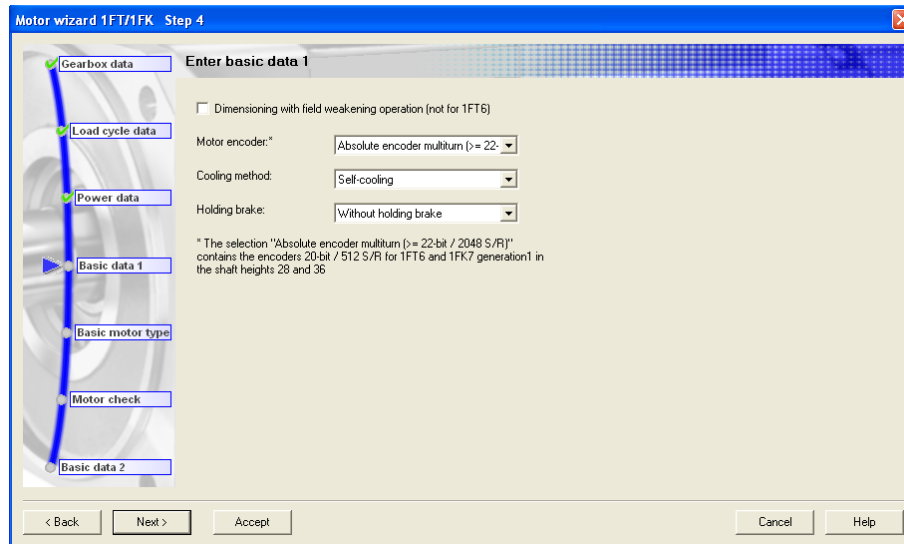

Figura 3.2.23 “Enter basic data 1”
Paso 4 *Enter basic data 1* (figura 3.2.23): en este paso se comienzan a seleccionar las primeras características del motor, es decir, el encóder (*Motor encoder*), el método de refrigeración (*Cooling method*) y freno de mantenimiento (*Holding brake*).